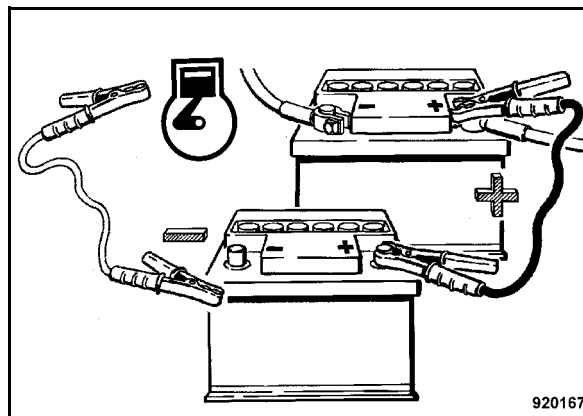

Fig. 54
- A continuación conectar el cable de masa primero con el polo negativo de la batería auxiliar suministradora de corriente y después con una masa del motor o de la carrocería tan lejos posible de la batería (Fig. 54).